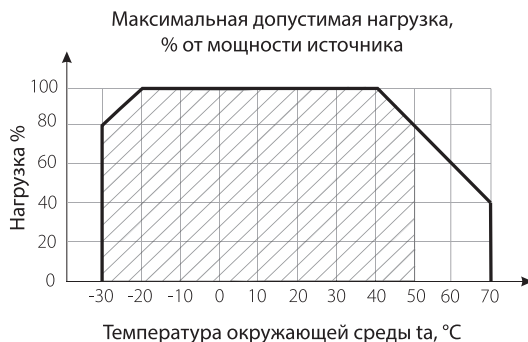

Рис. 2
- 4.3. Не нагружайте источник питания более 80% от его максимальной мощности. Учитывайте, что с повышением температуры окружающей среды, максимальная мощность источника питания снижается (см. график зависимости на Рис. 2).